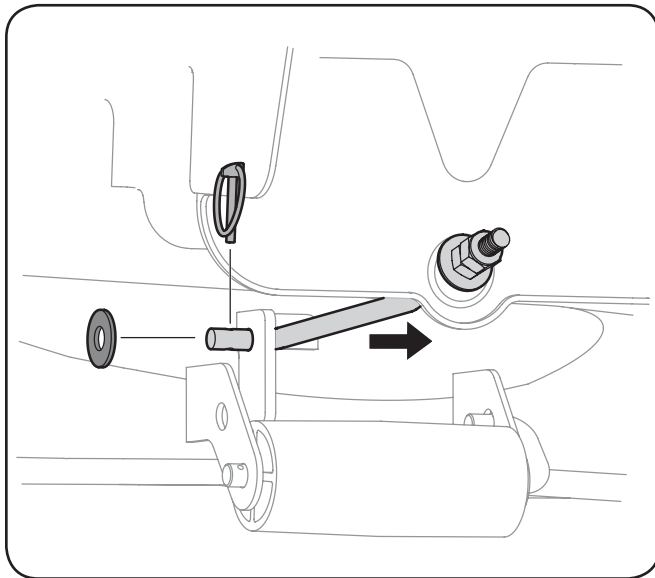

Figure 7-4
9. Glissez lentement le plateau de coupe vers l'avant du tracteur pour que les crochets se détachent d'eux-mêmes de la tringle de stabilisation du plateau de coupe. Voir la Fig. 7-4.